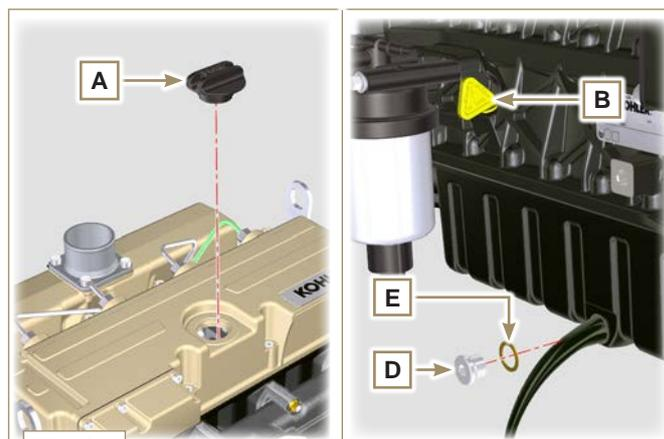

Fig. 6.1
- 1 - Svitare il tappo rifornimento olio **A** (Fig. 6.1).